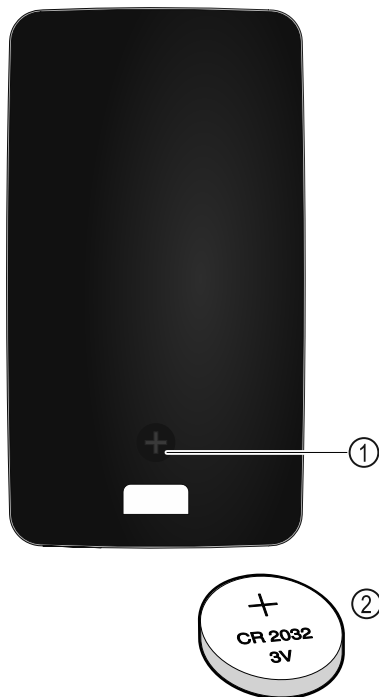

Fig. 149
Fjärrkontrollen drivs med ett knappbatteri av typen CR 2032 3V Fig. 149 (2), som du kan köpa i fackhandeln.
- Skruva ut skruven Fig. 149 (1) på baksidan av fjärrkontrollen.